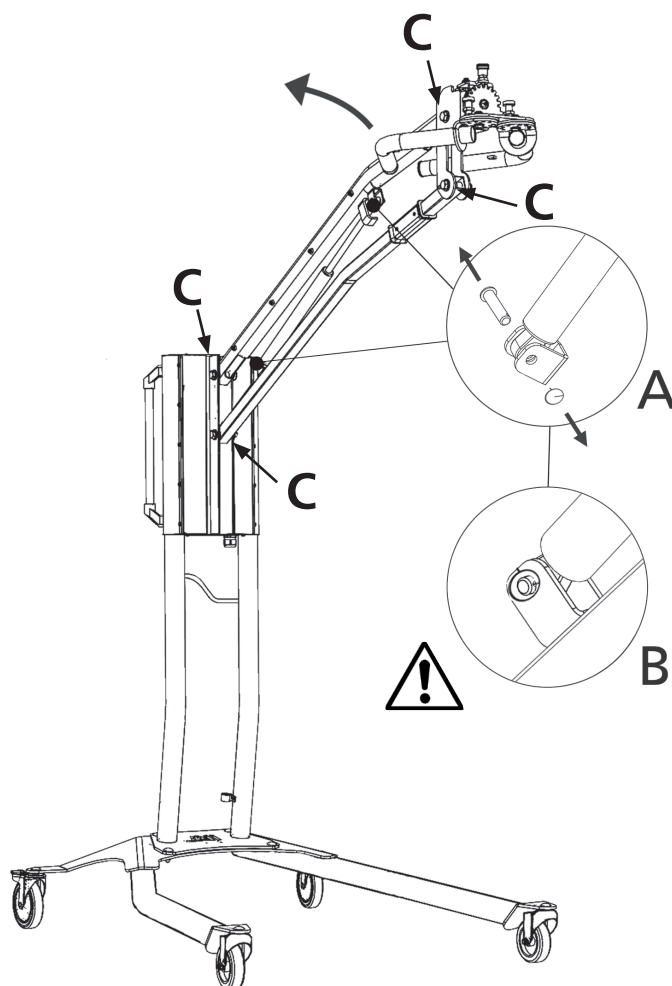

图 2
如果移动支臂并未停在最高或最低位置，而是自动稍有垂下或上举，请拧紧图2中字母“C”所示的4颗螺母。如果支臂依然未停下或者变得涩重难以调整，则须更换气压弹簧。
- 2 将平行臂置于远端最直立的位置。(图2)
4. 取下锁环与两个固定销。将气压弹簧稍微向上/向前移动并将其取下。(图2)